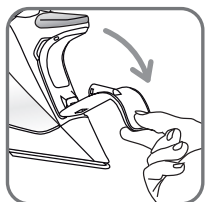
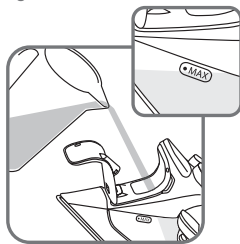

fig.4
fig.5
- Ouvrez l'orifice de remplissage **fig. 4**. Remplissez le réservoir jusqu'au niveau maximal (Max.) **fig. 5**. Refermez l'orifice de remplissage et replacez le fer en position horizontale.